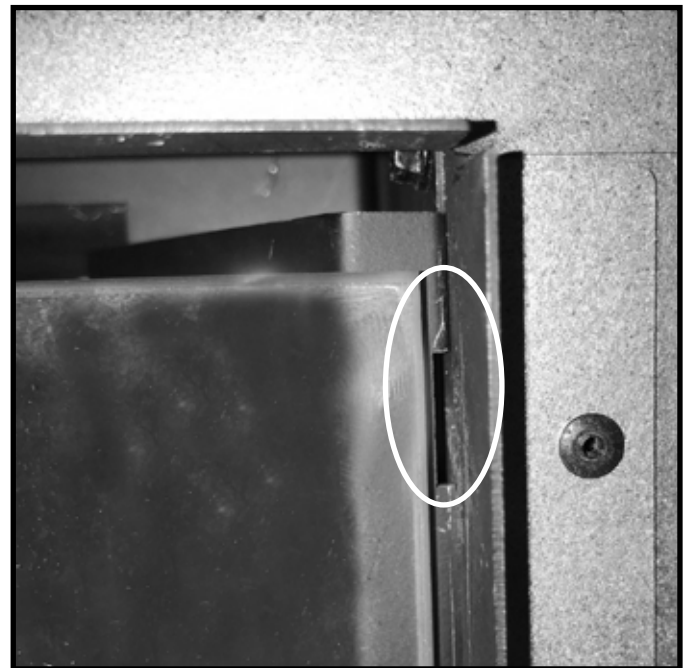
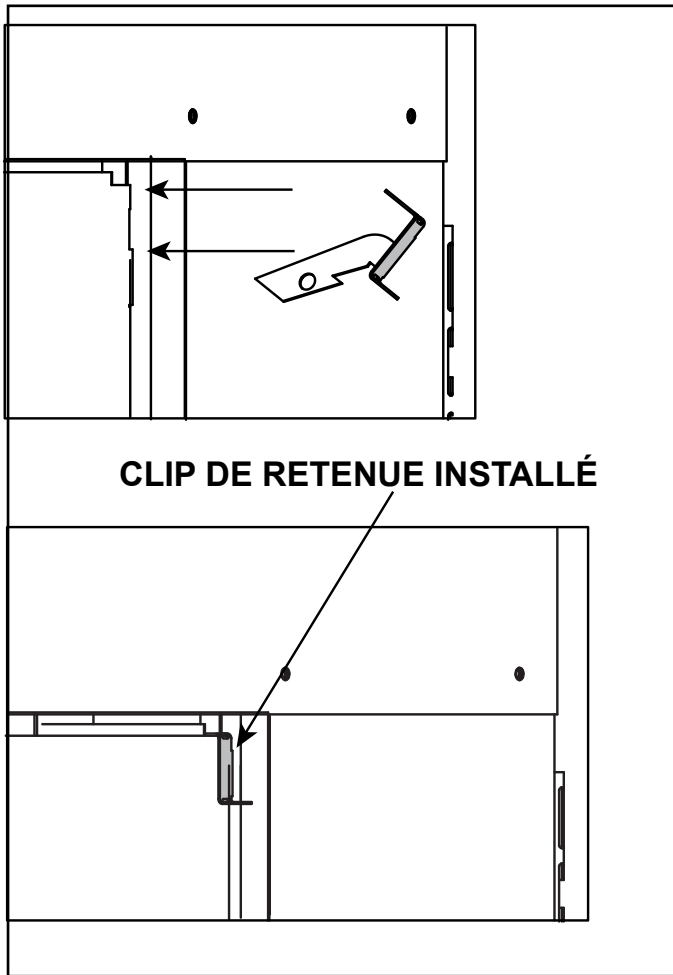

Figure 11.25 Fente de fixation de la vitre de protection (Illustration du côté droit)
Figure 11.26 Installation des attaches de retenue de la vitre de protection (Illustration du côté droit)
4. Installez les attaches de maintien de la vitre SafeSurface en plaçant le bas de l'attache dans la fente illustrée à la figure 11.25. Faites pivoter la partie supérieure du barreau vers le haut pour la mettre en position, comme indiqué dans la figure 11.26. Répétez l'opération des deux côtés de l'appareil.
2. Retirez les attaches de maintien de la vitre de protection sur les côtés gauche et droit en tirant doucement vers le haut et en tournant vers l'extérieur. Voir la figure 11.26.